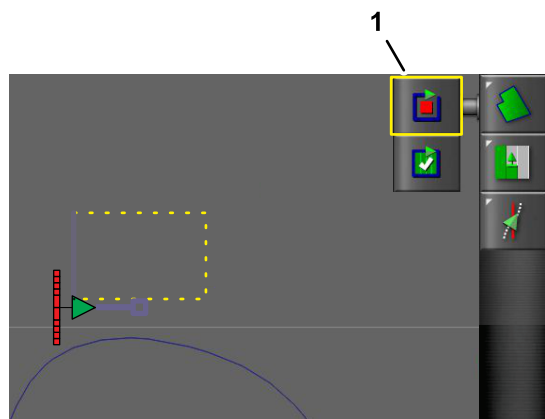

Рисунок 48
3. Переместите машину и совместите наружную среднюю часть левого переднего колеса со следующей точкой границы поля, все стороны которого прямые, и остановите машину (Рисунок 48).
4. Нажмите на значок ЗАПИСИ ГРАНИЦЫ ПОЛЯ и затем нажмите на значок ПАУЗЫ ЗАПИСИ ГРАНИЦЫ ПОЛЯ (Рисунок 48).